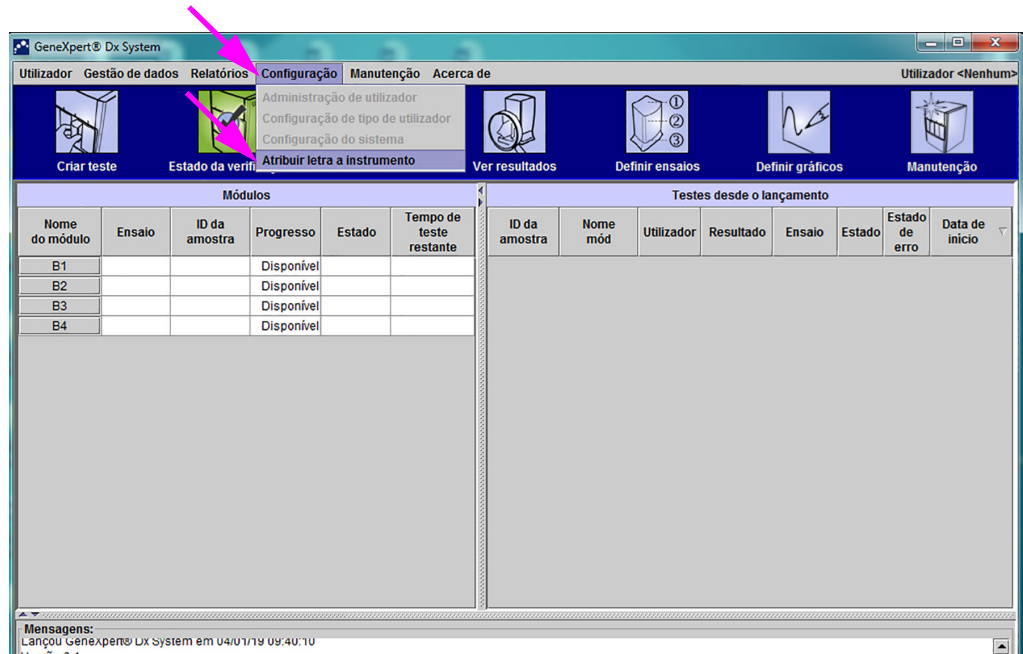

Figura 2-56. Janela do sistema GeneXpert Dx mostrando o menu pendente Configuração
- Na janela GeneXpert Dx System, clique em **Configuração** na barra de menus e, em seguida, seleccione **Atribuir letra a instrumento**. É apresentada a caixa de diálogo Atribuir letra a instrumento. Consulte a figura 2-56. Ao mesmo tempo, os indicadores LED verdes dos quatro módulos que constituem o quadrante seleccionado ficarão intermitentes.